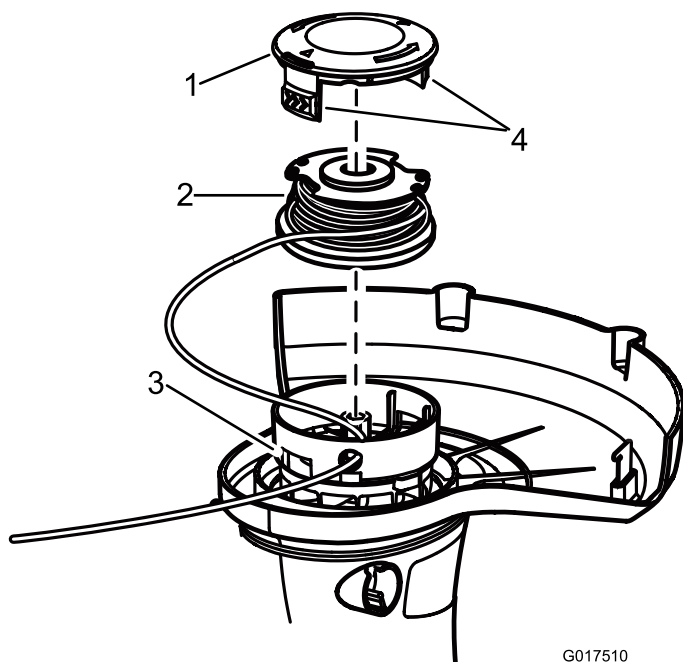

Figure 10
2. Appuyez sur les languettes de chaque côté du chapeau de fixation de la bobine (Figure 10).